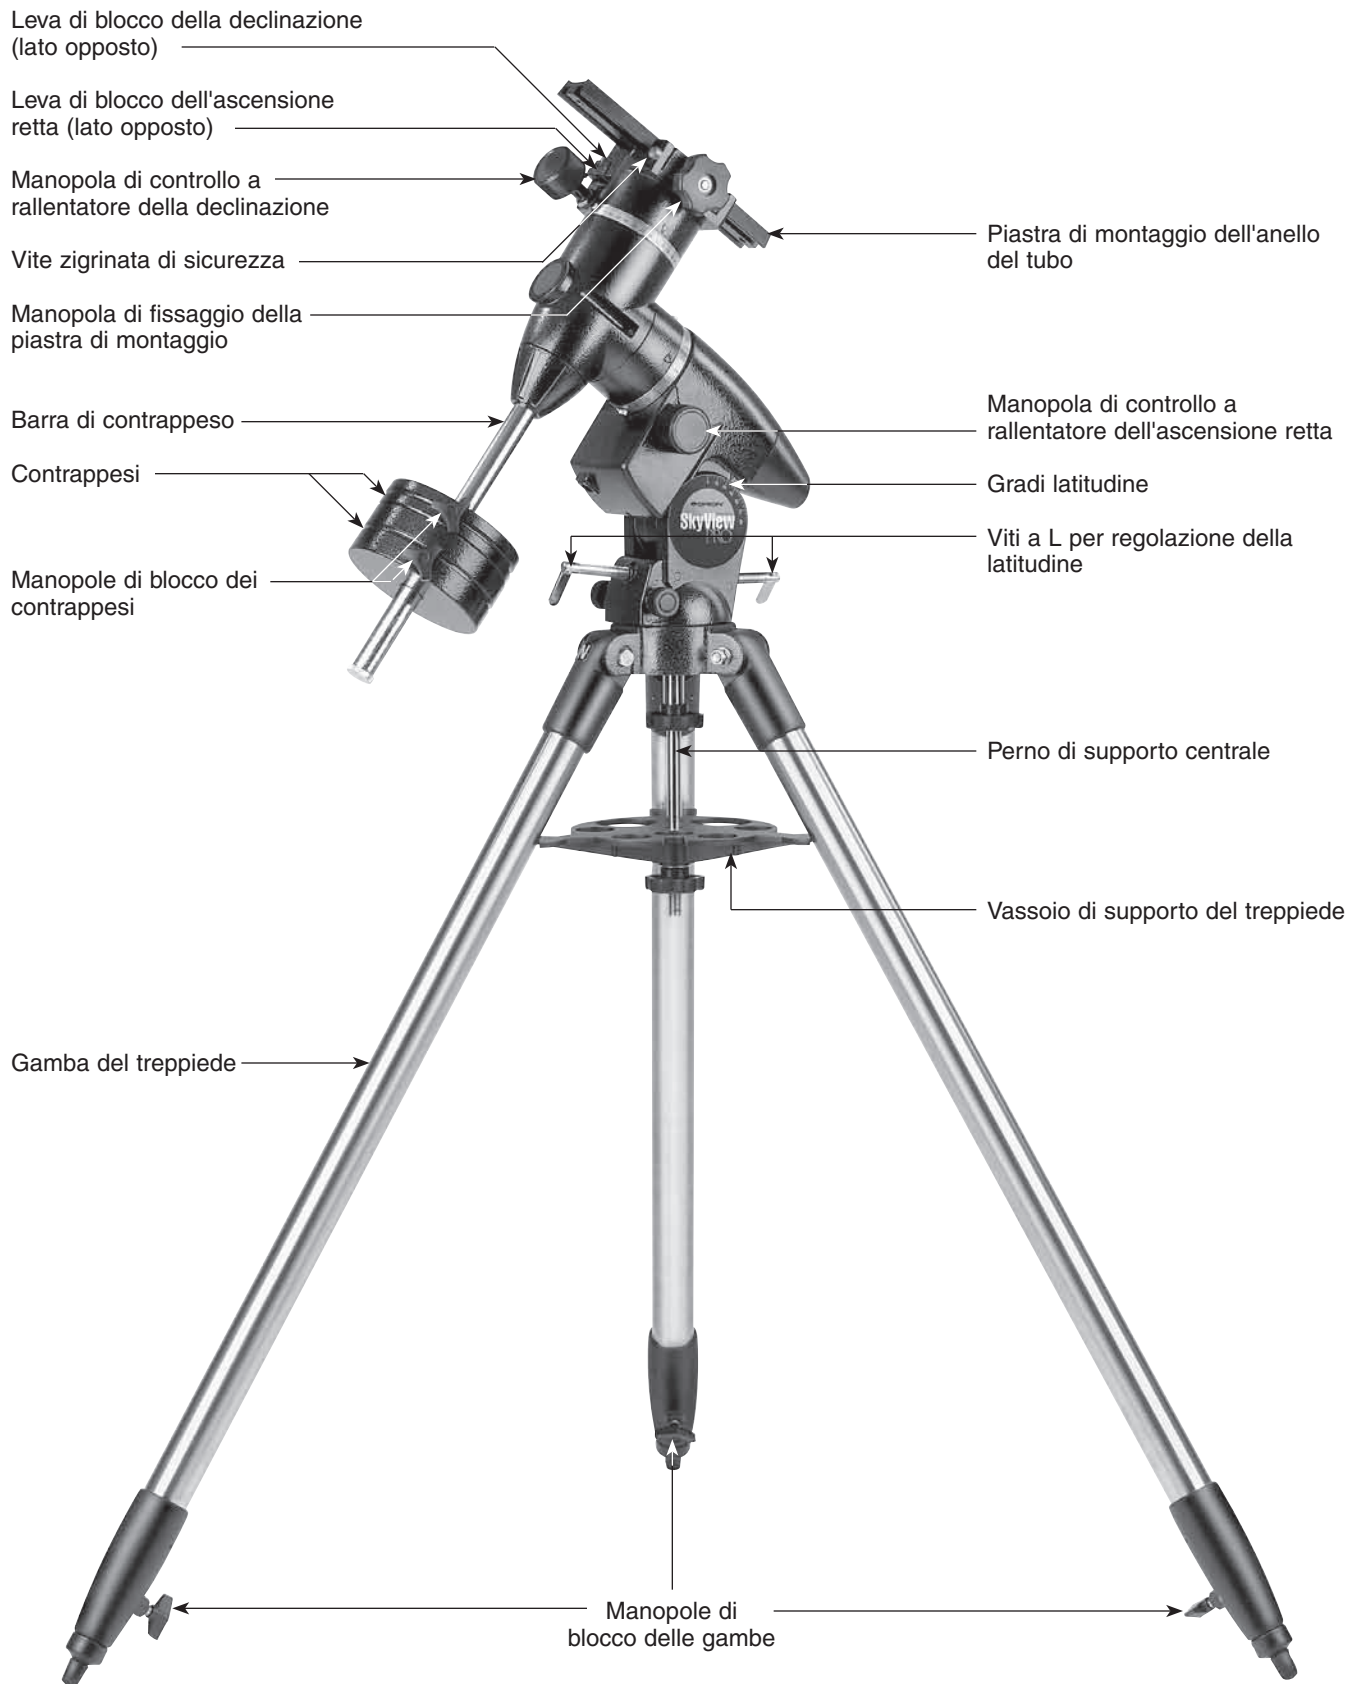

Figura 1. Montatura SkyView Pro EQ.
4. Infilare la vite a L per la regolazione della latitudine nella parte posteriore della montatura equatoriale come mostrato in Figura 1.
La montatura SkyView Pro EQ è ora completamente assemblata e dovrebbe apparire come in Figura 1.